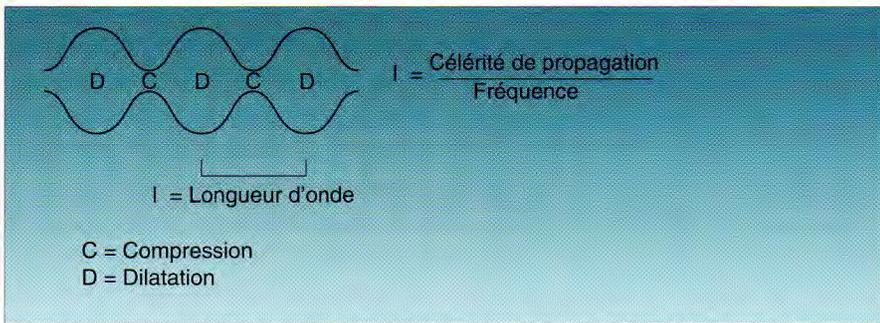

Figure 2 : Déformation du milieu traversé par une onde ultrasonore.
- **La longueur d'onde** : distance occupée par un cycle de l'onde sur l'axe de son déplacement, elle se mesure en millimètres (fig. 2).
Ces vibrations peuvent être considérées comme une déformation locale périodique constituée d'une succession de dilatations et de compressions de l'élément de volume autour d'une position d'équilibre (fig. 2).
Le mouvement oscillatoire des particules crée des régions de surpressions et de dépressions locales qui se propagent à travers le milieu à la vitesse du son. La distance entre deux régions successives de compression ou de dépression est appelée **longueur d'onde** (fig. 2).